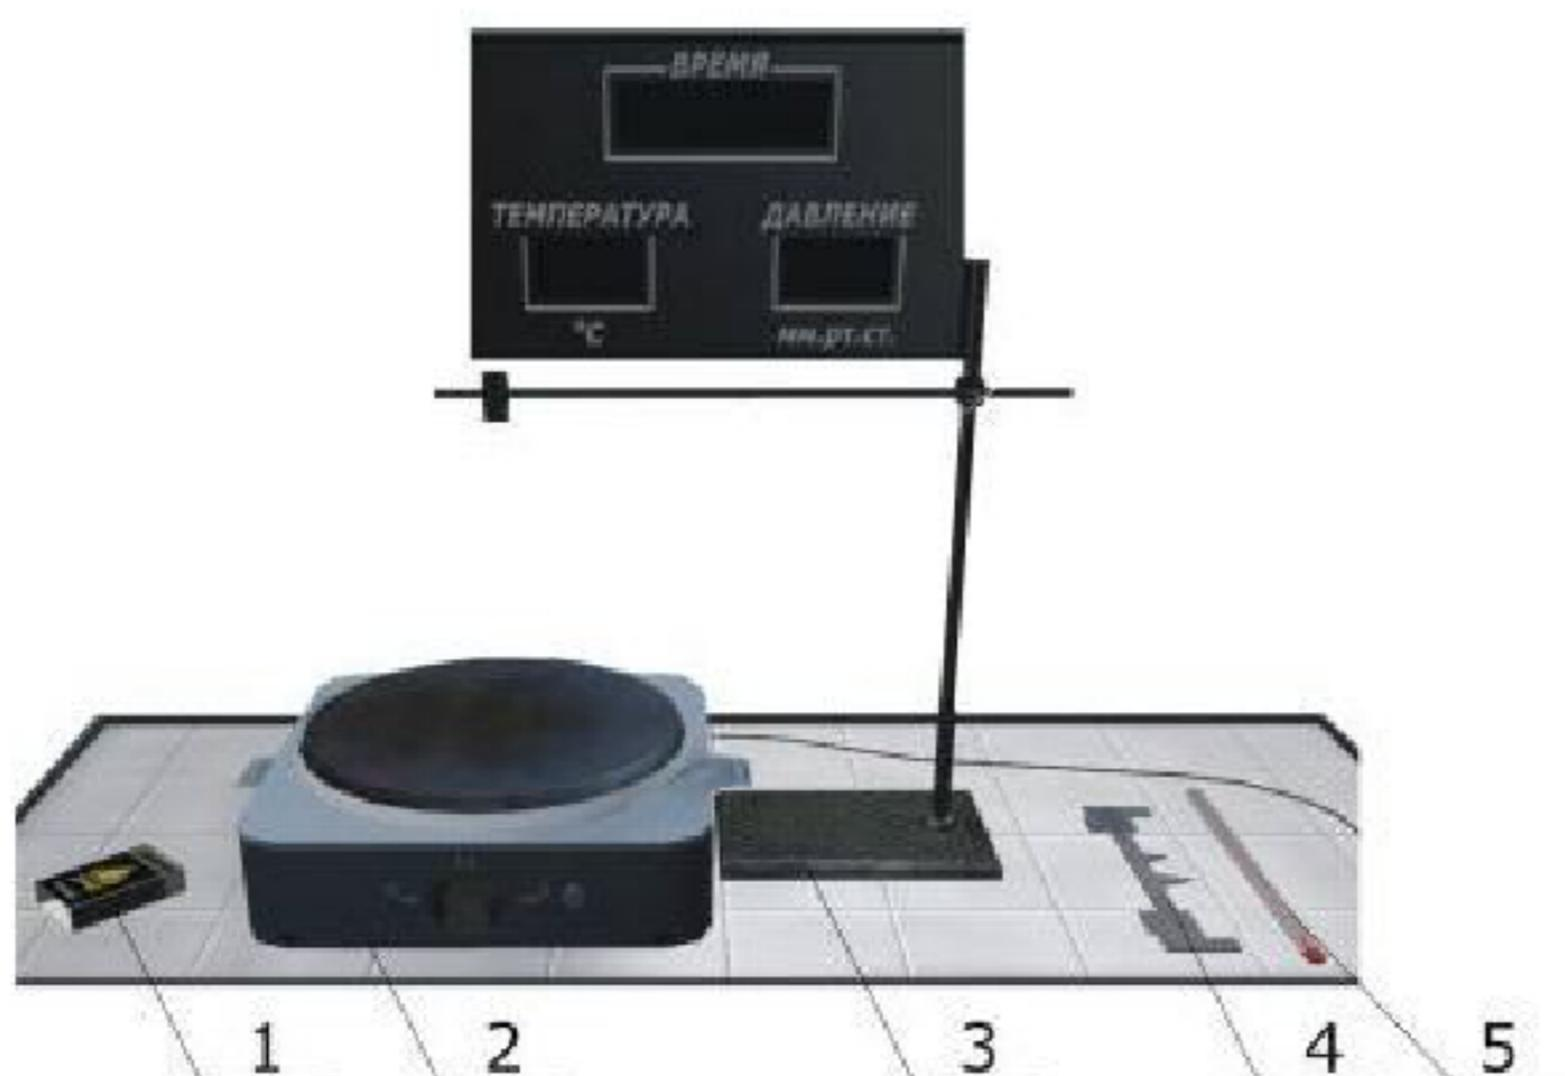

Рис. 4.3. Оборудование вытяжного шкафа
В вытяжном шкафу (рис. 4.3) находятся: плитка электрическая (2); термометр, градуированный от 0 до 400°C (5); шаблон для измерения уровня масла (4); штатив для удержания термометра в подвешенном состоянии (3); спички для поджига масла (1).